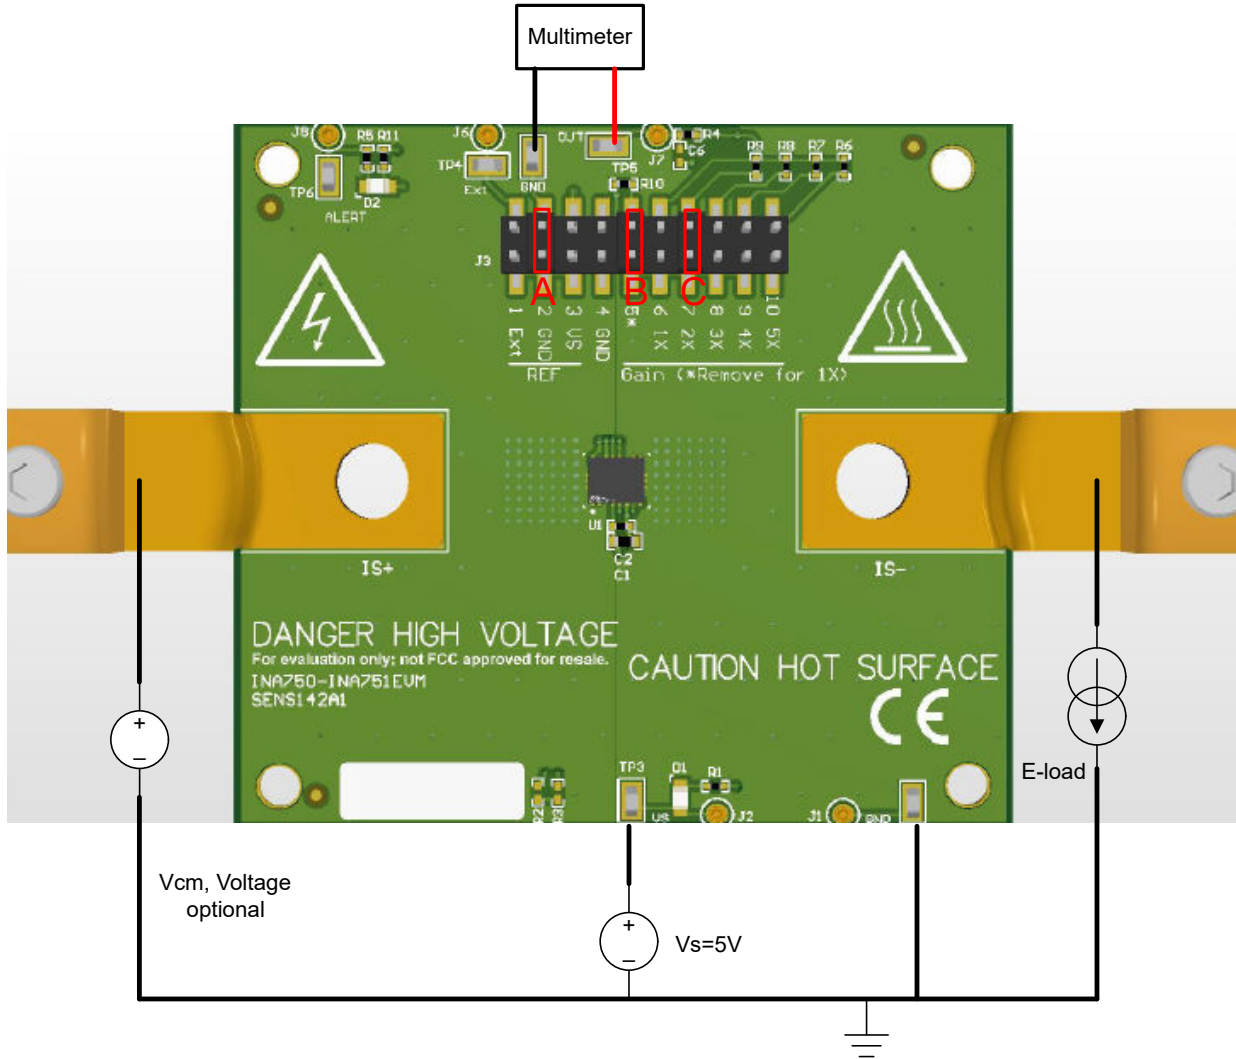

图 3-1. 高侧正向电流设置
INA750x 具有默认增益 40mV/A 。借助外部可调增益电阻器网络，总增益 (G) 最高可达 400mV/A 。接头 J3 的位置 5 至 10 允许用户通过两个短接跳线 B 和 C 自定义可调增益，如图 3-1 所示。EVM 提供的配置选项如表 2-1 所示：
接头 J3 的位置 1 至 3 允许用户使用短接跳线 A 自定义 REF 引脚电压 V_{REF} ，如图 3-1 所示。使用外部基准时，电压源可通过 J6 或 TP4 连接。EVM 提供的配置选项如表 2-2 所示。
以下是用以设置和使用 INA75xEVM 的说明。图 3-1 展示了一个简单的高侧设置示例。负载的高电压源被记录为 V_{CM} 。低压 DUT 电源以 V_S 表示。安装短接跳线 A、B 和 C 时，应使 V_{REF} 等于 GND 且 DUT 增益为 80mV/A。